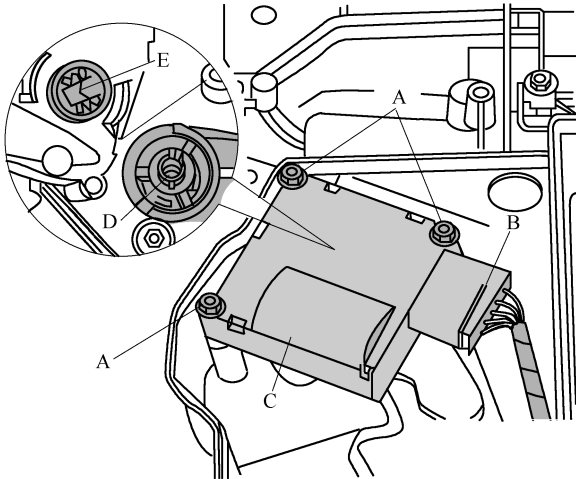

图 8-3-10 拆下伺服电动机
(1) 关闭点火开关，拆下排水槽盖板。
- (2) 拆下车窗玻璃刮水器摆臂和风窗框板饰板。
- (3) 拆下进气单元上的盖板。
- (4) 如图 8-3-10 所示，旋出螺栓 A，从伺服电动机上脱开插接器连接 B，拆下伺服电动机 C。
(2) 如图 8-3-10 所示, 安装伺服电动机前检查速滞压力风门的支座和连接元件 D。
(3) 检查速滞压力风门伺服电动机 V71 的轴 E 的位置(轴必须位于图 8-3-10 中示出的位置上)。注意以下几点: